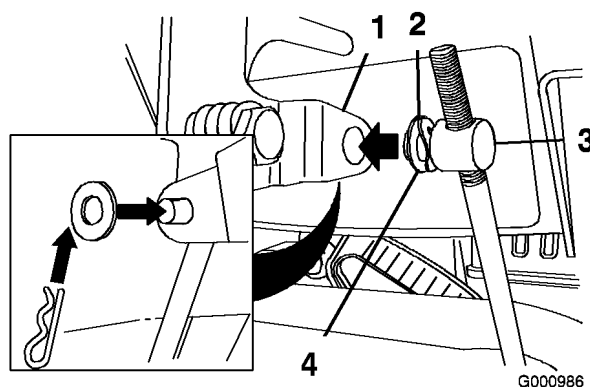

Bild 6
3. Entfernen Sie den Splint und die äußere Scheibe vom Drehzapfen am oberen Ende des Geschwindigkeitseinstellgestänges (Bild 6).
Hinweis: Das Einbauen ist einfacher, wenn Sie die gewellte Scheibe und die flache Scheibe auf dem Drehzapfen lassen (Bild 6).
6. Heben Sie das Geschwindigkeitseinstellgestänge an und setzen Sie den Drehzapfen in das Loch im Geschwindigkeitsschalthebel (Bild 6).